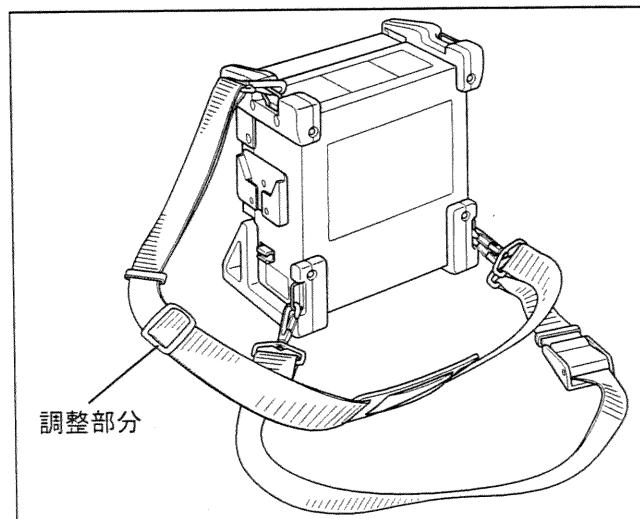

図 3.21
2. 肩ベルトにある長さ調節部分を使って、適切な長さに調節します(図 3.21 参照)。